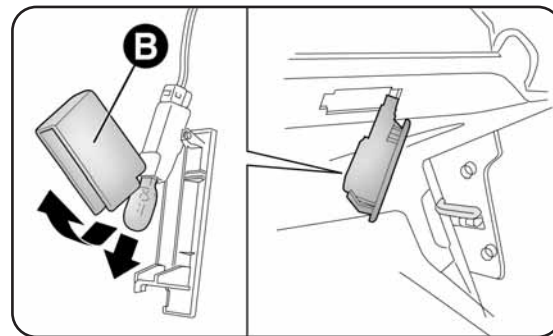

fig. 33
- aprire la protezione B-fig. 33 e sostituire la lampada inserita a pressione;